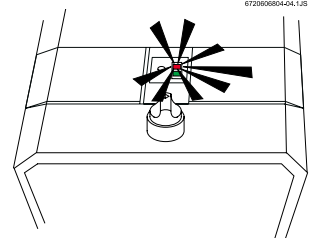

Figure 9
2. Fermer la vanne d'arrivée de gaz : placer le commutateur marche/arrêt à la position «  »; attendre cinq (5) minutes la purge du résidu de gaz. Si une odeur de gaz est perceptible, arrêter et exécuter l'instruction « B » de l'étiquette de sécurité ci-dessus. Si aucune odeur de gaz n'est perceptible, passer à l'étape suivante.
4. Placer le commutateur marche/arrêt (pour y accéder, rabattre la plaque de fermeture du logement sur le panneau avant) à la position «  »; le chauffe-eau est alors prêt à fonctionner. (Voir Fig. 9).
Le commutateur marche/arrêt est situé derrière un volet rabattable du panneau avant. Voir fig. 9.